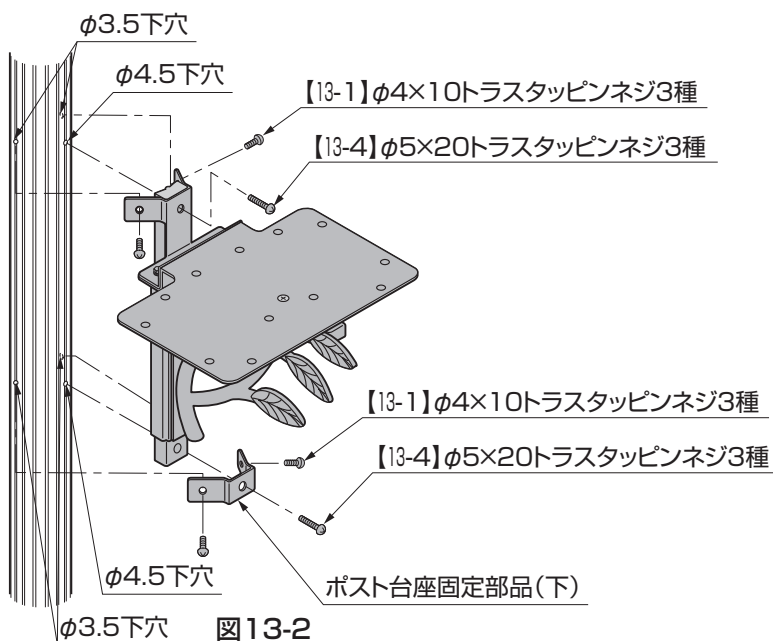

図 13-2
- ④固定した部品を基本寸法図を参照し、門柱に合わせ取付穴の位置に印をしてください。(図13-2参照)
- ⑤印をした位置にφ3.5の下穴2ヶ所、φ4.5の下穴1ヶ所をあけてください。(図13-2参照)
- ⑥固定した部品を門柱に【13-4】と【13-1】で取付けてください。(図13-2参照)
- ⑦取付けた部品の下部にポスト台座固定部品(下)を合わせ、取付穴の位置に印をしてください。(図13-2参照)
- ⑧印をした位置にφ3.5の下穴2ヶ所、φ4.5の下穴1ヶ所をあけてください。(図13-2参照)
- ⑨ポスト台座固定部品(下)を門柱に【13-4】、【13-1】で取付けてください。(図13-2参照)